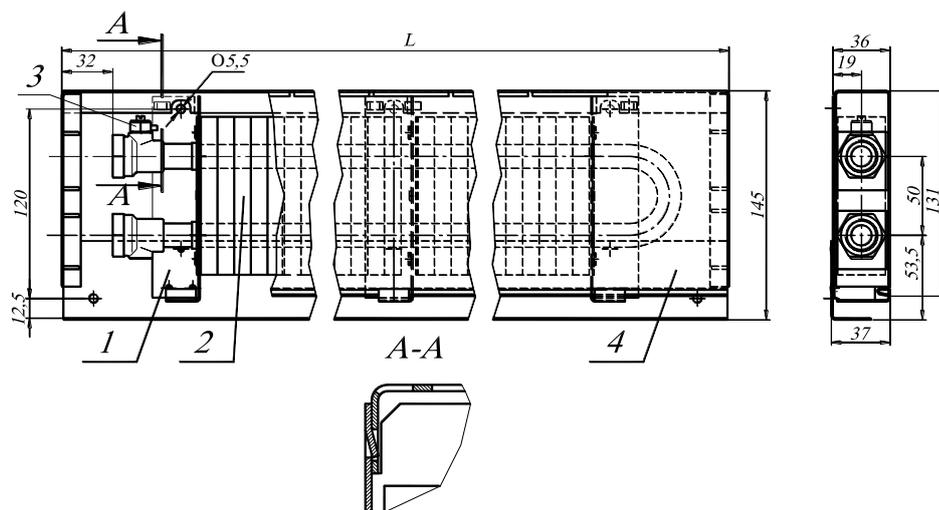

Рис.1 Конвектор ПЛК 04.14.060...300 концевой
- 4.1. Конвекторы имеют (см. рис.1):
- 4.3. Размеры и технические характеристики изделий представлены на Рис.1, 2 и в таблице 1.